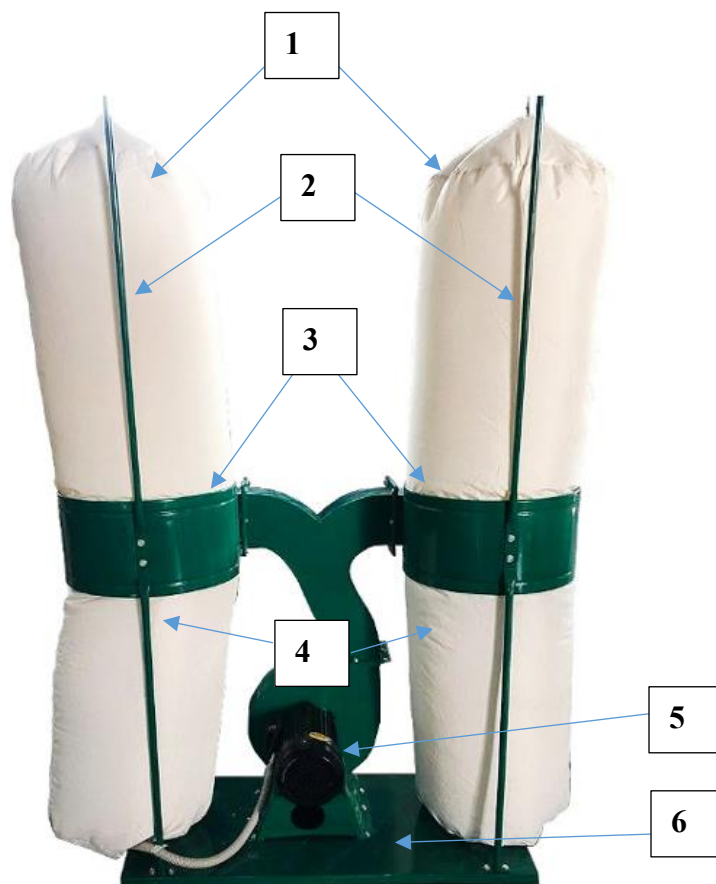

Рис. 1
4.1.1 Схема общего вида агрегата представлена на Рис. 1